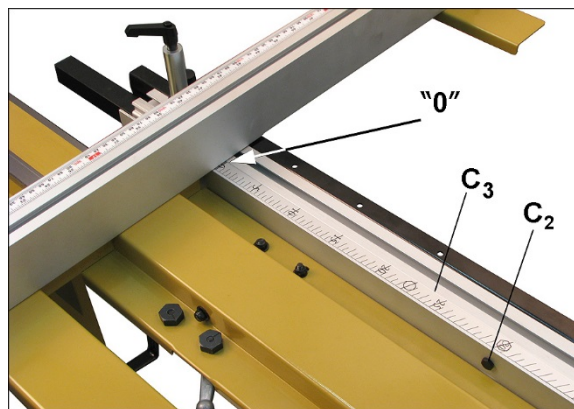

Рисунок 8-6
6. Ослабьте винт (C2, рисунок 8-6) на направляющей установки угла и сдвиньте угловую шкалу (C3) до совпадения нулевой отметки с вертикальной поверхностью упора.